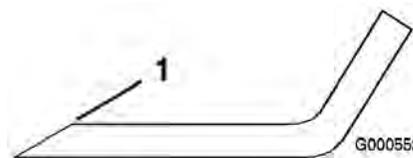

Figura 43
1. Utilice una lima para afilar el filo de corte en ambos extremos de la cuchilla (Figura 43). Mantenga el ángulo original. La cuchilla permanece equilibrada si se retira la misma cantidad de material de ambos bordes de corte.